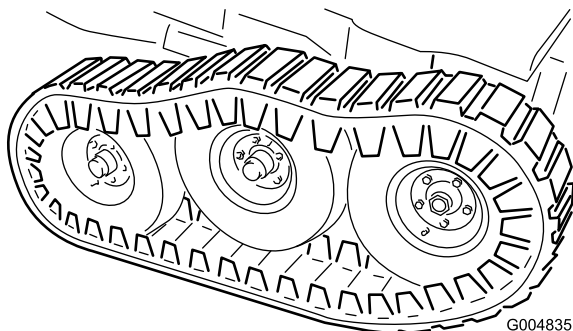

Рисунок 54
26. Опустите напольный домкрат так, чтобы рама опиралась на передние колеса. Установите плоские шайбы (1/2 дюйма) и контргайки на резьбовую шпильку оси тележки (Рисунок 54) и затяните с моментом 102 Н·м.